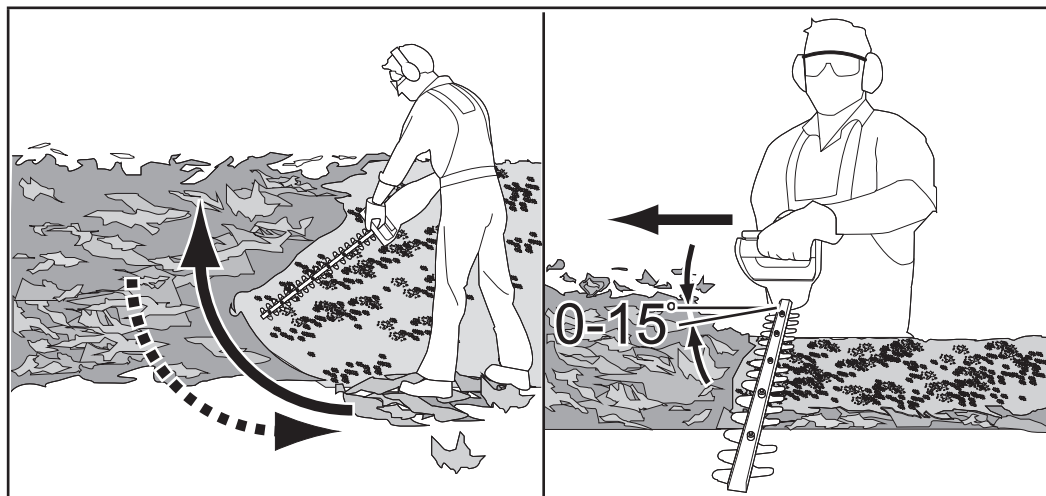

Fig. 6
- Toujours tenir fermement la machine avec une main sur la poignée avant (1) et l'autre main sur la poignée arrière (4). Ne jamais utiliser la machine avec une seule main.
- Ne pas se précipiter ni tenter de couper excessivement d'un seul mouvement de lame (9).
- Commencer par couper les deux côtés à partir du bas en remontant jusqu'au sommet. Cela empêche les débris de coupe de tomber dans la trajectoire du matériau qu'il reste à couper (Fig. 6).
- Après la taille des côtés, passer à la partie supérieure. Essayer de maintenir la lame (9) inclinée à un angle d'environ  $15^\circ$  par rapport à la surface de coupe (Fig. 6).
- Lors de la taille de larges haies avec la zone de coupe visible, déplacer la lame (9) légèrement sur la surface de coupe dans un mouvement de balayage en suivant la forme de la haie ou de l'arbuste. Une légère inclinaison vers le bas de la lame de coupe dans le sens du mouvement est recommandée pour des performances de coupe optimales (Fig. 6).